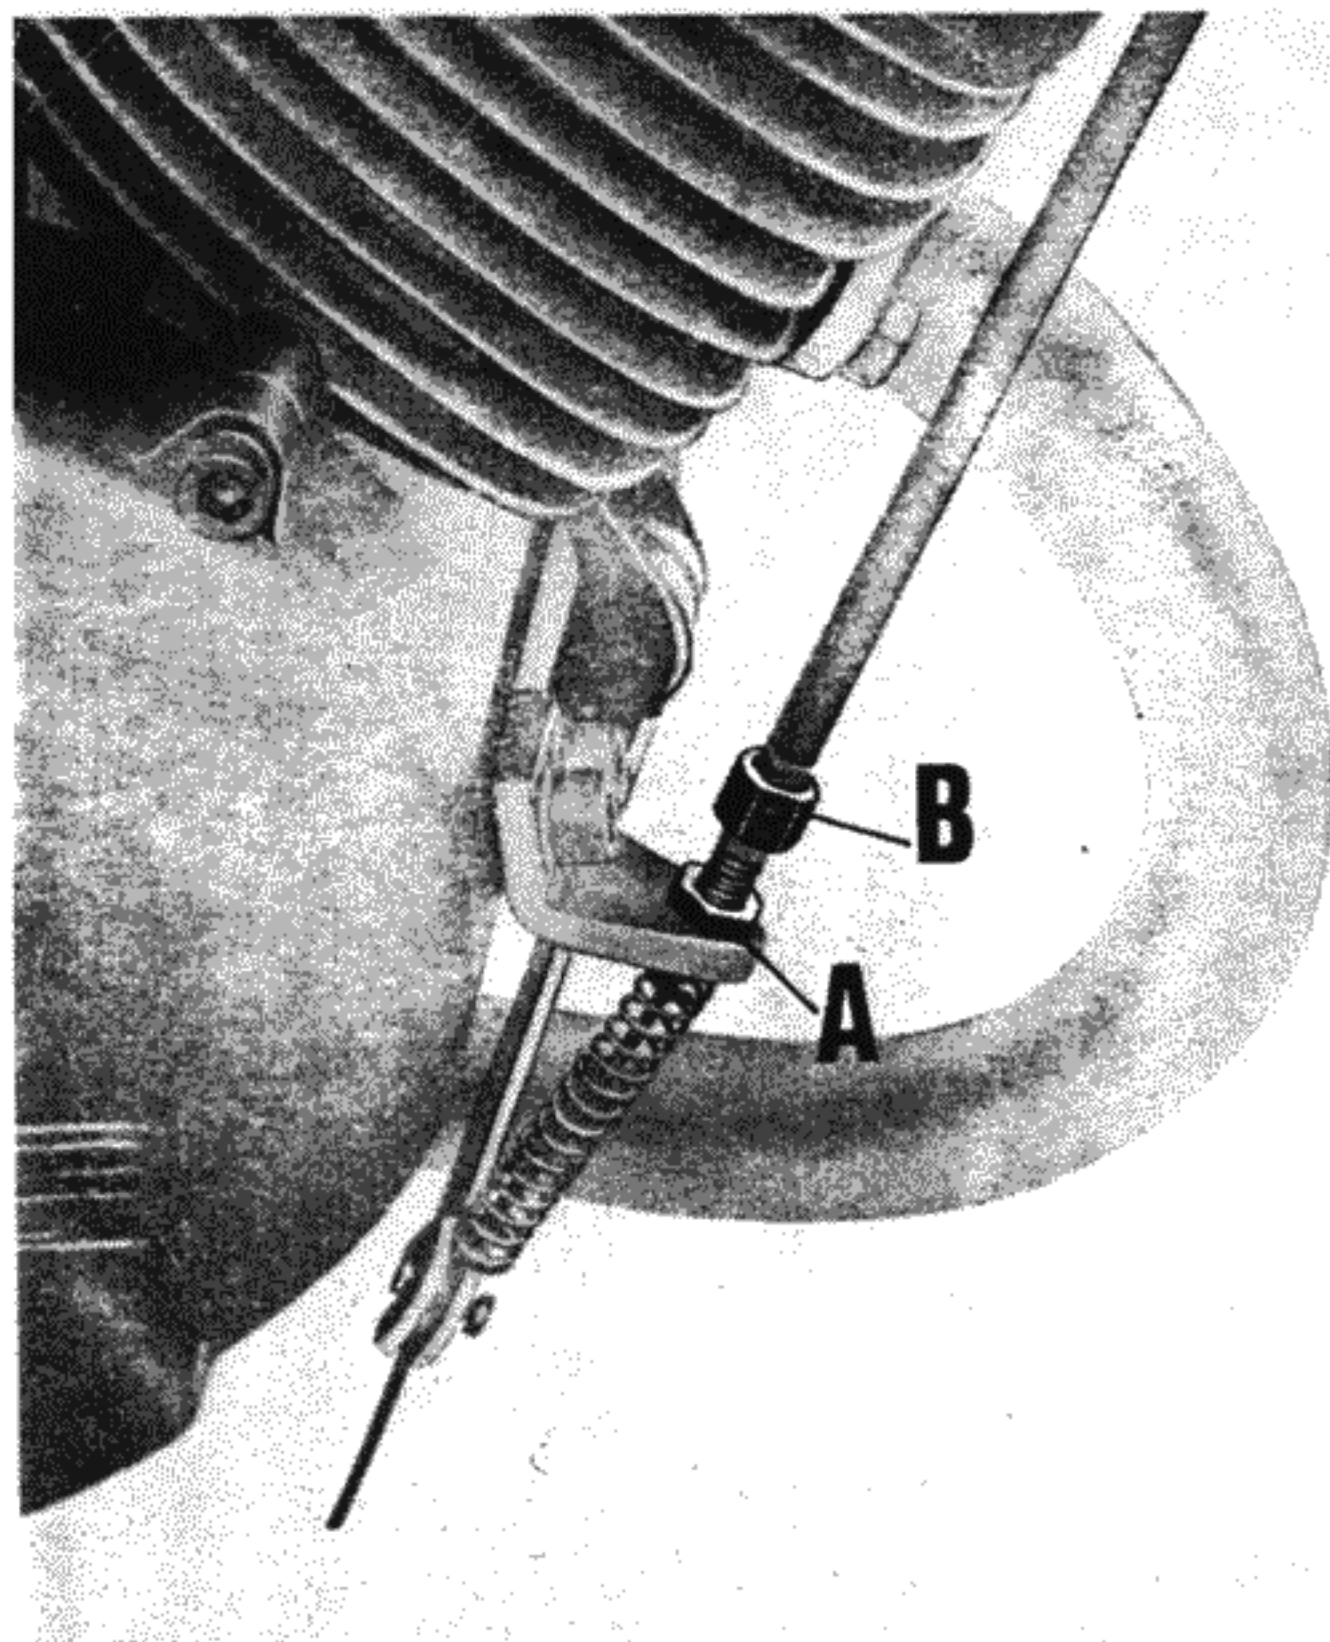

Fig. 11
Per questa operazione agire sul bullone tendifilo (B) con controdado (A) posto sulla parte anteriore del motore (vedere fig. 11). Il giuoco normale tra corpo fisso e leva frizione deve essere di 4 mm circa (vedere B di fig. 7).